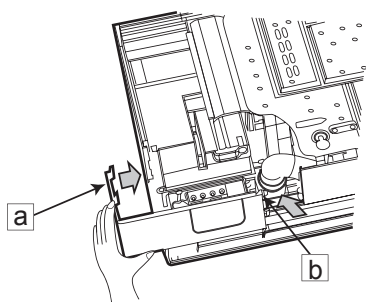
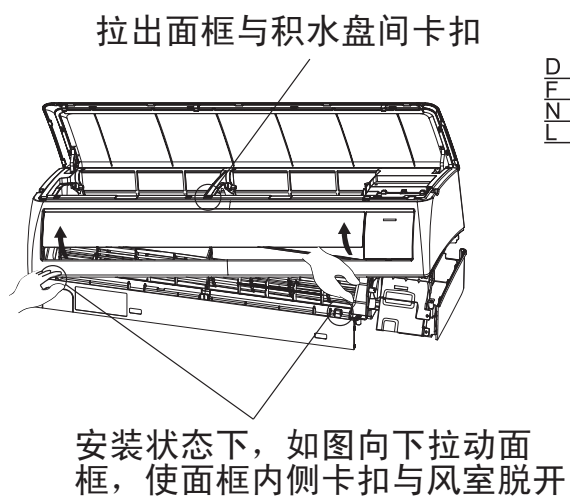

图14-1
图14-3
(1) 连接盖板拆去顺序
用手将面框右下角风室下盖板 ①、② 处的勾子沿箭号方向拉，将风室下盖板取出。（如图14-1）
(2) 电线连接顺序
- 向上拉出面框与积水盘之间的卡扣，再用向上的力沿箭号方向拉，将面框取下。（如图14-3）